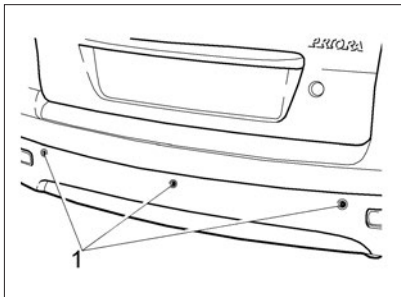

Рис. 73. Датчики парковки
**В варианном исполнении** автомобили оснащаются системой безопасной парковки (парктроник – от англ. parktronic). Система поможет избежать досадных мелких аварий и следующих за ними материальных затрат. Датчики парковки (рис. 73) помогут вам обнаружить опасное препятствие, невидимое из салона автомобиля.